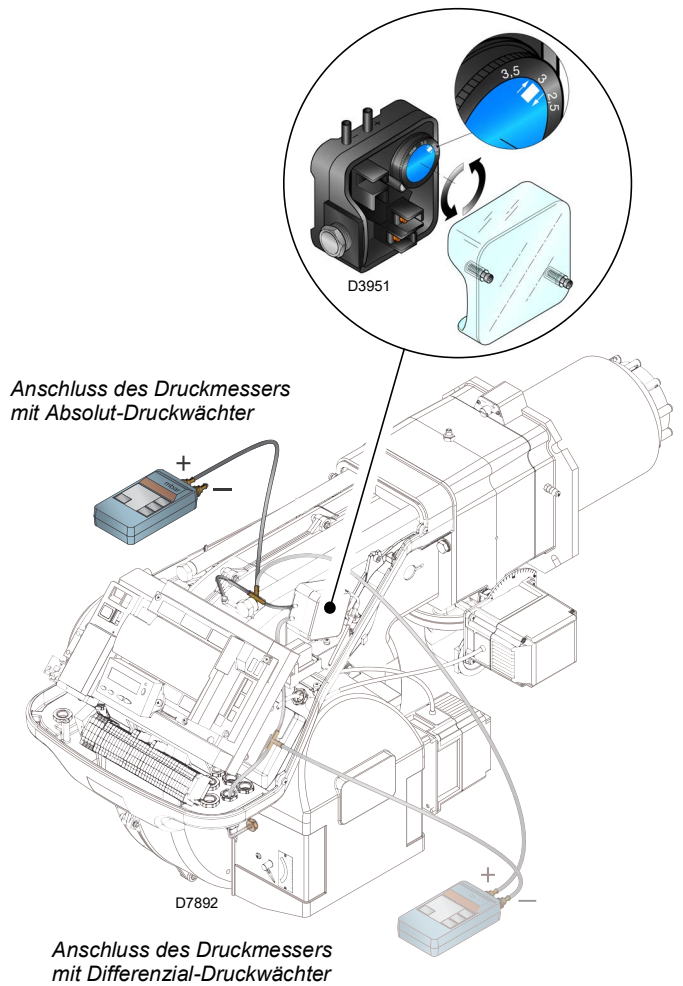

Abb. 27
- Den Luftdruckwächter (Abb. 27 auf Seite 30) auf den Skalenanfangswert stellen.
Einstellung des Luftdruckwächters (Abb. 27) nach Durchführung aller anderen Einstellungen des Brenners mit auf Skalenbeginn eingestelltem Luftdruckwächter ausführen.
Der Anschluss des Manometers ist auf der Abb. 27 angegeben. Die Standard-Konfiguration ist die des Luftdruckwächters, der in Absoluteinstellung angeschlossen ist. Es wird hier auf das Vorhandensein einer „T“-Verbindung (nicht im Lieferumfang enthalten) hingewiesen.
In diesem Fall muss auch das Manometer im Differenzial-Modus angeschlossen werden; siehe Abb. 27.